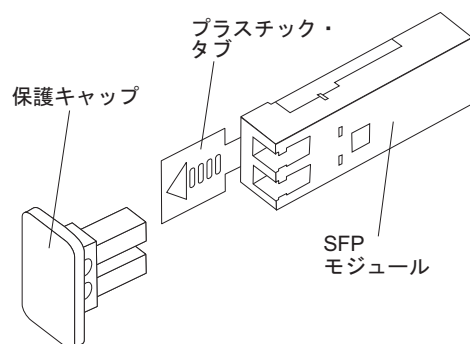

図 15. SFP モジュールと保護キャップ
2. 33 ページの図 15 に示されているように、SFP モジュールから保護キャップを取り外します。将来の利用に備えて、保護キャップを保管しておきます。
2. 必要があれば、33 ページの図 15 に示されているように、SFP モジュールから保護キャップを取り外します。将来の利用に備えて、保護キャップを保管しておきます。